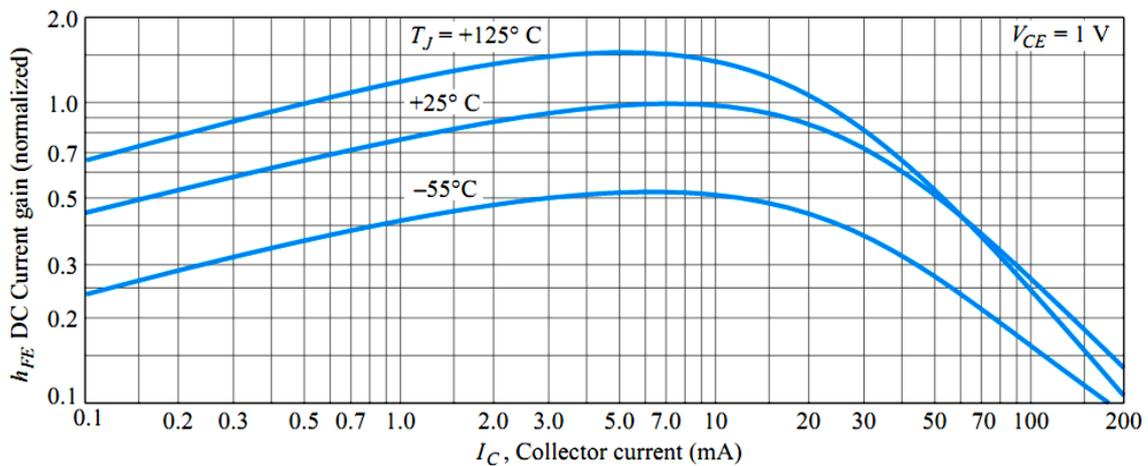

Figura 2.52 – Curvas h_{FE} em função da temperatura e de I_C no TJB 2N3904 (BOYLESTAD e NASHELSKY, 2004)
- 2) influência da temperatura (Figura 2.52): quanto maior a temperatura da junção de um TJB, maior é o ganho de corrente.